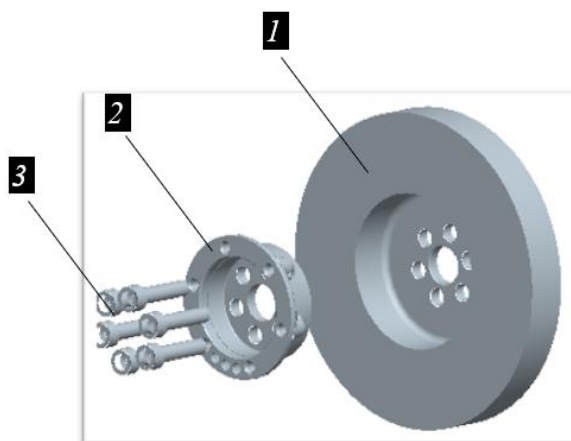

Рисунок 3.33. Демпфер крутильных колебаний демонтаж
- ▶ Выкрутить винты 3 крепления фланца 2 отбора мощности, рис. 3.33.
- ▶ Снять фланец 2 и демпфер крутильных колебаний 1 с носка коленчатого вала, рис. 3.33.